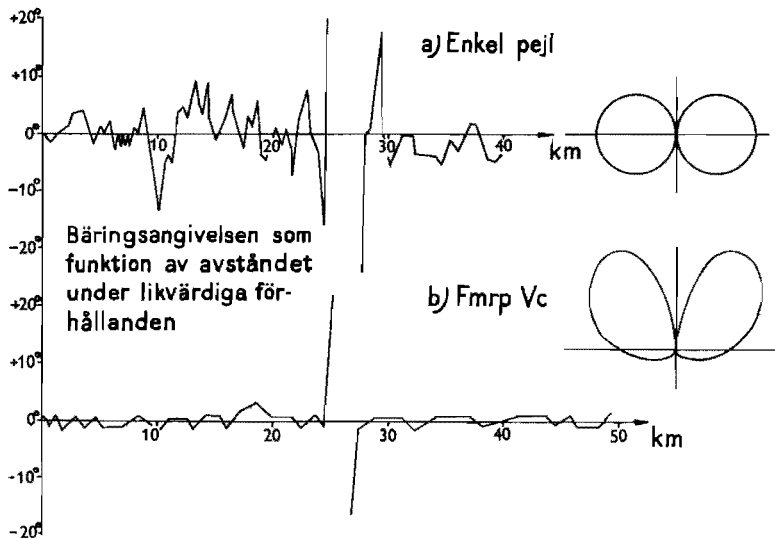

Bild 11. Pejlkurvor för enkel pejl (a) och kardioidpejl (b)
- Bild 11.** Pejlkurvor för enkel pejl (a) och kardiodidpejl (b)
Genom att pejldiagrammet för kardioidpejlen är koncentrerat i två lobar med endast  $80^\circ$  mellan maximumpunkterna är denna pejl mindre benägen att ta upp reflekterad strålning från föremål i pejlens närhet än den enkla pejlen är. Innebörden av detta framgår av bild 11 som
På bild 11 ser man att det yttersta fältstyrkeminimet ligger ungefär vid 26 km avstånd och där är pejling omöjlig.